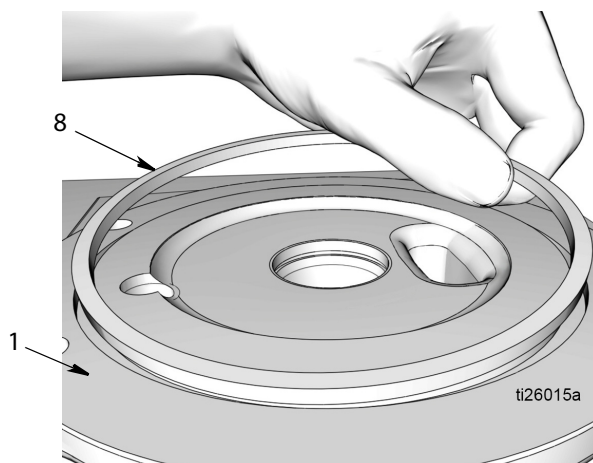

Рис. 45
7. Нанесите тонкий слой консистентной смазки на прямоугольное уплотнительное кольцо круглого сечения (8). Вставьте прямоугольное уплотнительное кольцо круглого сечения (8) в паз на основании насоса (1), как показано на Рис. 45.